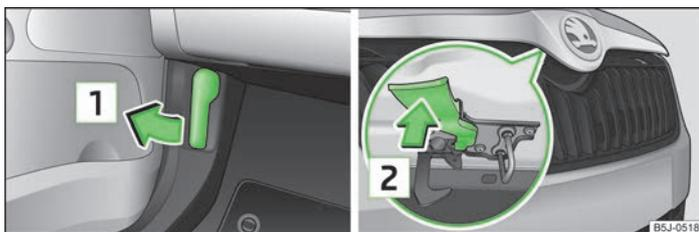

Fig. 113 Palanca de desbloqueo del capó/rejilla del radiador: Palanca de desbloqueo
➤ Tirar de la palanca de desbloqueo ubicada debajo del cuadro de instrumentos » fig. 113.
- Presionar la palanca de desbloqueo en la dirección de la flecha » fig. 113, el capó se desbloquea.